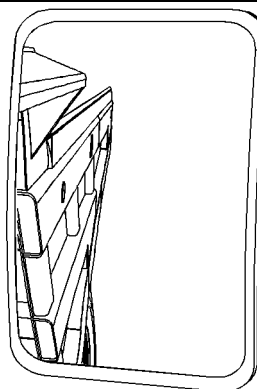

Ilustración 58
- el borde superior derecho de la caja volcadora que permite que el camión esté en posición para cargar al mirar el pasador de pivote del cucharón cargador, según se muestra en la ilustración 58